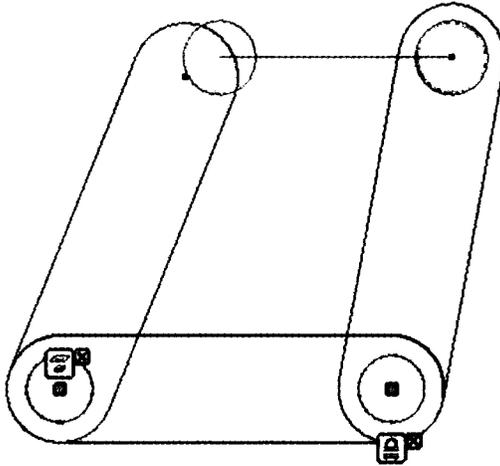

Рис. 3.11. Добавление зависимостей между эскизными блоками
7. Щелкните в центр правой окружности нового блока и перетащите его в центр верхней окружности красной панели справа (см. рис. 3.11) и вы увидите, что между центрами появилась новая зависимость.